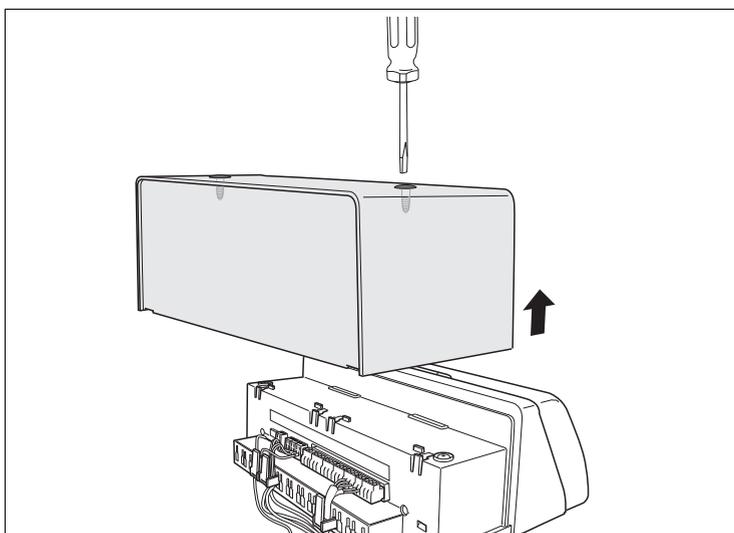

Fig. 5 Retirer le couvercle
- Desserrer deux vis sur la partie supérieure du couvercle (fig. 5).